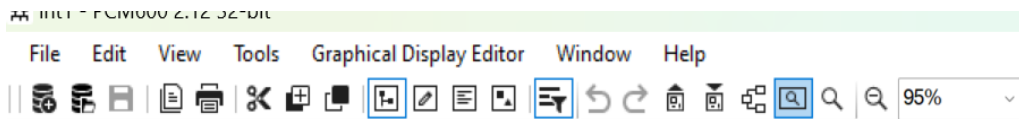

Imagen 184_Ventana de navegación de PCM600.
3.45 Aquí podremos observar los mismos valores observados en el paso 3.43 en una ventana virtual que simula el funcionamiento del display, seleccionando desde la parte superior la lupa encerrada en un rectángulo como en la **Imagen 184** (esto en caso de que no aparezca automáticamente).